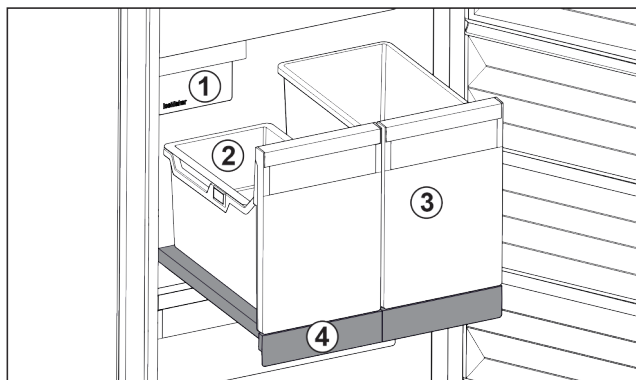

Fig. 24 Vyťahovacia polička s IceTower
- (1) IceMaker
- (2) Závesná miska na kocky ľadu
- (3) Nádoba napríklad na pizzu, alkoholické nápoje
- (4) Vyťahovacia polička
Na vyťahovacej poličke sú dve vysoké nádoby (IceTower). V nádobe Fig. 24 (2) sa hromadia a skladujú kocky ľadu z IceMaker. Nádoba Fig. 24 (3) sa hodí na skladovanie vysokých potravín, ako sú pizze alebo alkoholické nápoje.